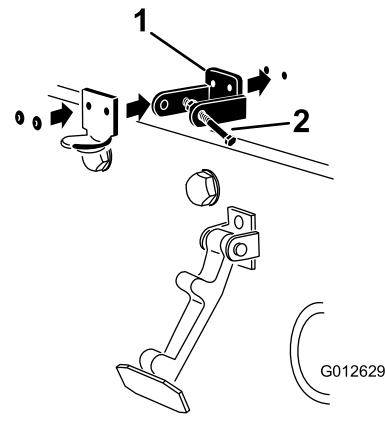

図7
4. ロックブラケットとフードラッチブラケットの穴を整列させてフードにセットする図7。
6. ブラケットとワッシャをフードにリベットで固定する図7。